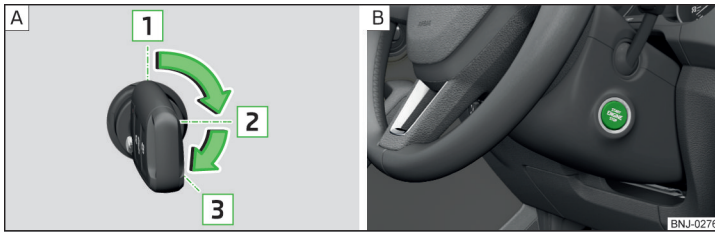

Abb. 192 Positionen des Fahrzeugschlüssels im Zündschloss / Starterknopf
Positionen des Fahrzeugschlüssels im Zündschloss » Abb. 192 - [A]
» Den Knopf drücken » Abb. 192 - [B], die Zündung wird ein-/ausgeschaltet.
- » Bei Fahrzeugen mit **Zündschloss** den Schlüssel in die Position **3** drehen » Abb. 192 auf Seite 169 - [A], es erfolgt der Startvorgang. Dann den Schlüssel loslassen, der Motor springt automatisch an.
- » Bei Fahrzeugen mit **Starterknopf** den Knopf kurz drücken » Abb. 192 auf Seite 169 - [B], der Motor springt automatisch an.
- » Bei Fahrzeugen mit **Zündschloss** den Schlüssel in die Position **1** drehen » Abb. 192 auf Seite 169 - [A].
- » Bei Fahrzeugen mit **Starterknopf** den Knopf drücken » Abb. 192 auf Seite 169 - [B], der Motor und die Zündung werden gleichzeitig ausgeschaltet.
- » Den Knopf gedrückt halten » Abb. 192 auf Seite 169 - [B] oder zweimal innerhalb von 1 Sekunde drücken. ▶